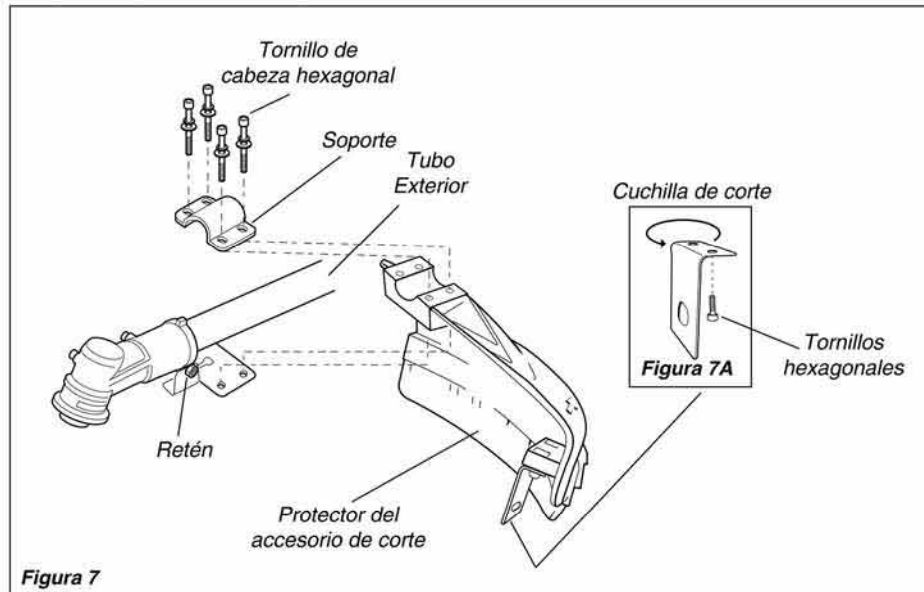

Figura 7
1. Inserte el protector del accesorio de corte entre el tubo exterior y la placa de montaje. Consulte la figura 7.
2. Coloque los el soporte sobre el tubo exterior e instale sin ajustar los cuatro tornillos de cabeza allen y apriete los cuatro tornillos. Consulte la figura 7.